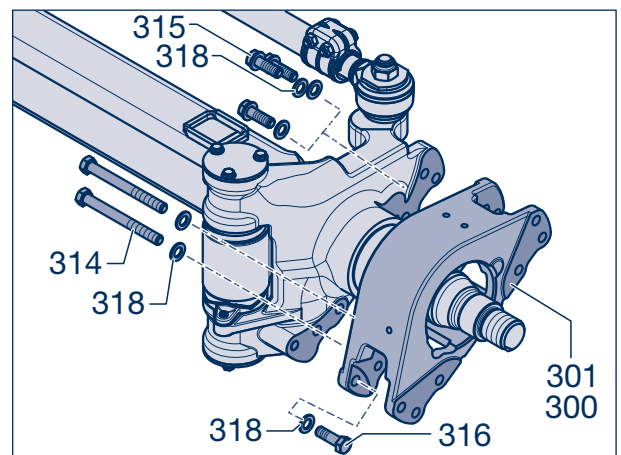

Bild 2
Bei Ausführung mit B-Nabe muss zwischen der Scheibenbremse und dem Lenkschenkel ein Halter montiert werden (Bild 2).
- [1] Anlageflächen Bremsträger / Halter / Bremssattelträger reinigen (Bild 2). Diese müssen sauber, farb- und fettfrei gehalten werden.
- [2] Halter (300, 301) mit einer Passschraube (316, SW 24) und Scheibe (318) lose am Bremsträger befestigen (Bild 2).
- [3] Halter (300, 301) mit neuen Zylinderschrauben (314, 315 / SW 24) und Scheiben (318) am Bremsträger verschrauben und alle Schrauben mit **300 Nm** (280 - 330 Nm) festziehen (Bild 2).
- [4] Bremssattelträger am Halter (300, 301) mit neuen Schrauben (315, SW 24) und Scheiben (318) montieren.